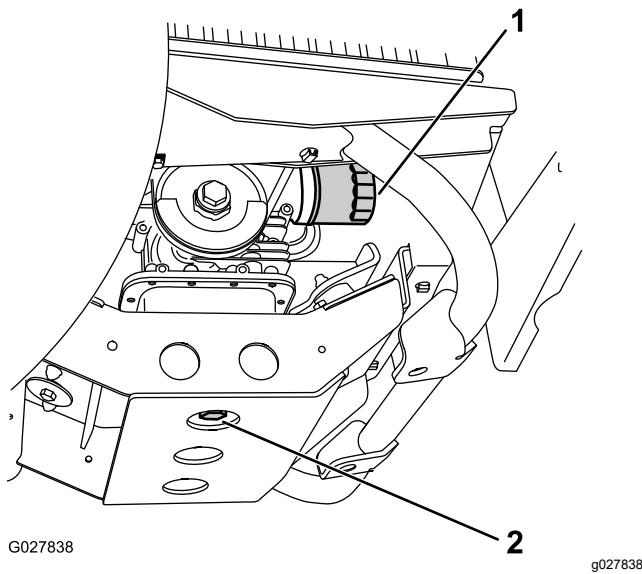

図 37
5. ドレンプラグの下に、容量1.6リットル以上の大きなオイル受け容器をおく図 37。
6. ドレンプラグを抜く(図 37)。
7. ドレンプラグとシール図 37を元通りに取り付け、
2. 既存のオイルフィルタを外す図 37。
4. ガスケットが取りつけプレートに当たるまで手で回して取り付け、そこから更に $\frac{1}{2}$ - $\frac{3}{4}$ 回転増し締める図 37。